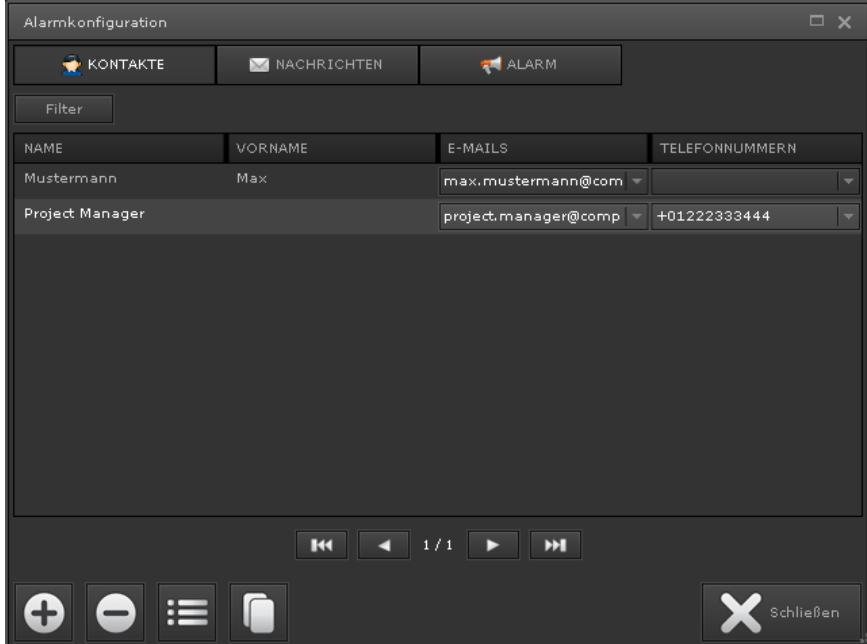

Abbildung 71: Alarmkonfiguration
**Abbildung 71:** Abbildung 71 zeigt das Hauptfenster der Alarmkonfiguration. Über die Tabulatorschalter *KONTAKTE*, *NACHRICHTEN* und *ALARM* in der Kopfzeile werden die entsprechenden Bearbeitungsabschnitte eingeblendet.